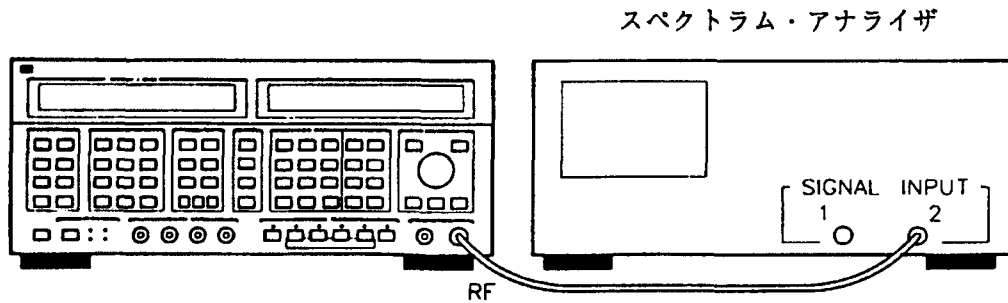

図2-3. 周波数変調手順1用の機器セットアップ
1. 図2-3のように、本器とスペクトラム・アナライザを接続します。装置に電源を投入し、スペクトラム・アナライザを以下のように調整します。